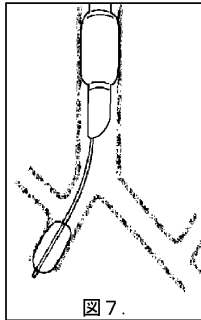

図7.
- ④右上葉気管支入口部が、気管分岐部の近くにある患者の場合、右肺全部の虚脱をあきらめ、中葉気管支のブロックにより中下葉を虚脱させる。(図7)